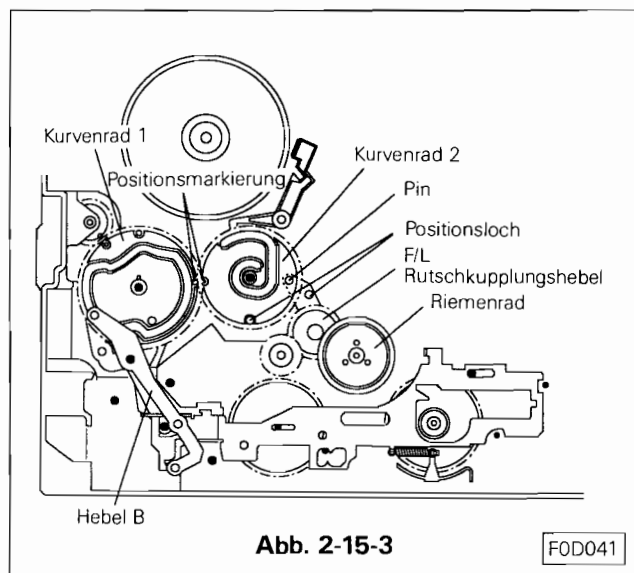

Abb. 2-15-3
- F. Den Hebel B so einsetzen das der Führungspin des Führungshebels sich in der Kurve des Kurvenrades 1 befindet. (Siehe Abb. 2-15-3). Den Hebel mit den Klemmrings sichern. Das Positionsloch des Hebels für die F/L Führungsrolle mit dem Positionslloch im Chassis in Übereinstimmung bringen. (Siehe Abb. 2-15-3)
- H. Die Markierung von Kurvenrad 1 und Kurvenrad 2 nebeneinanderstellen und das Positionslloch von Kurvenrad 2 über das Positionslloch des Chassis stellen. Das Kurvenrad 2 einbauen. (Siehe Abb. 2-15-3)